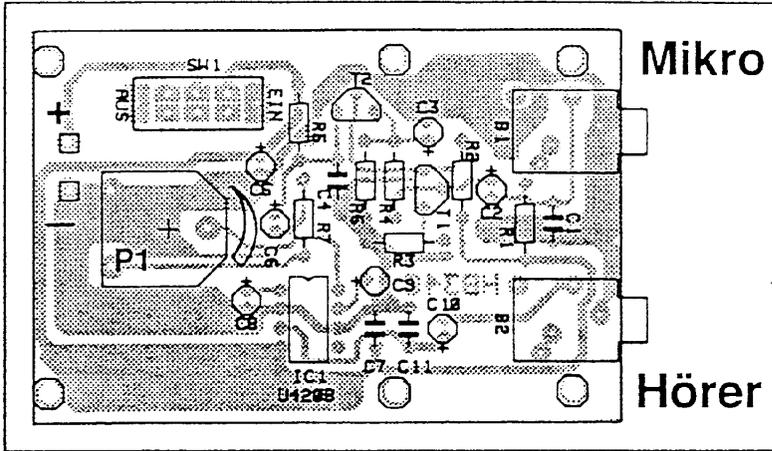

Bild 3: Nach dem Anlöten des Batterieclips oben links führen Sie dessen beide Drähte zur Zulentlastung um den Gehäusezapfen unten links.
■ Sorgen Sie beim Bestücken dafür, daß die Elkos richtig gepolt (und mit dem richtigen Wert!) eingelötet werden (Bild 3). Dasselbe gilt für das IC, das mit der Markierungskerbe nach oben zeigt; bei Verwendung einer Fassung sollte auch die entsprechend ausgerichtet sein, um bei einem eventuellen IC-Tausch keine Unklarheiten aufkommen zu lassen.